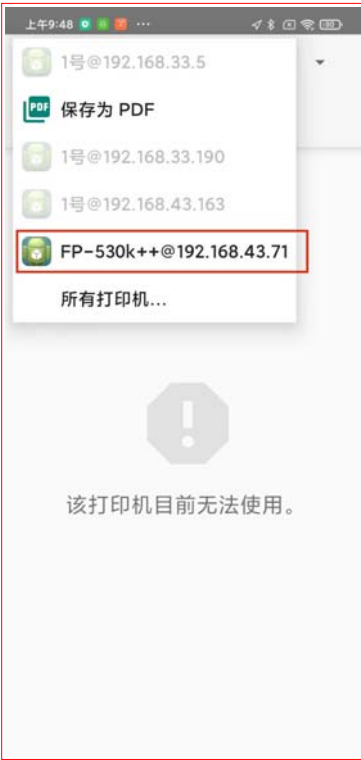

图 18
4.6 选择“FP-530K++@192.168.43.71”，如图 18 所示。